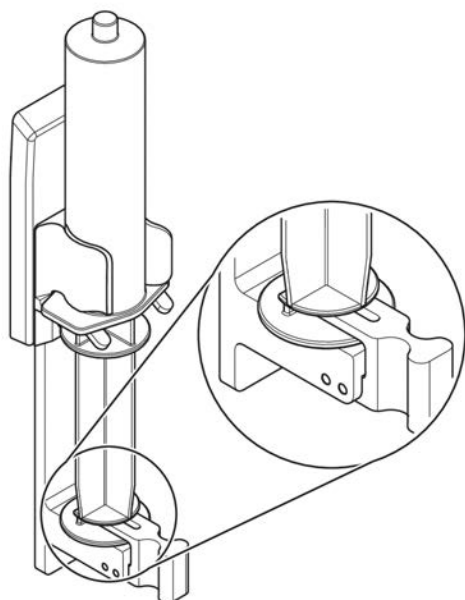

Рис. 4-1. Установка шприца B.Braun Perfusor®
- 4) вставьте шприц в держатель; при установке шприца B.Braun Perfusor® нажмите на фиксатор зажима поршня в сторону поршня шприца, как показано на рис. Рис. 4-1 "Установка шприца B.Braun Perfusor®" на стр. 110.